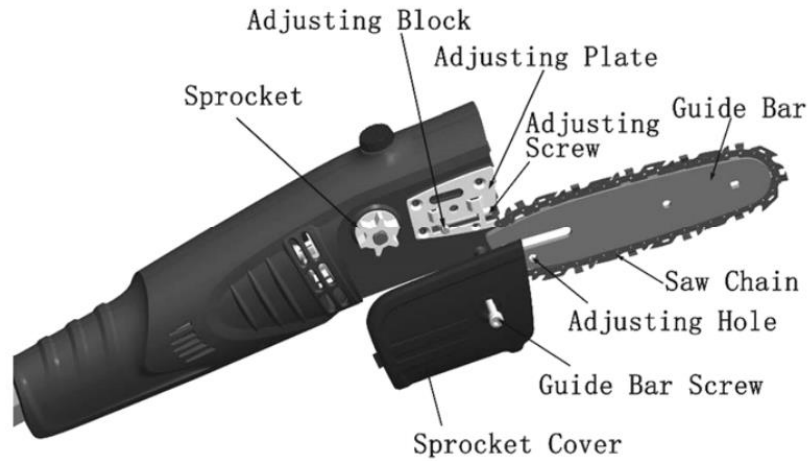

Figure 1
2. Draai de stelschroef tegen de klok in (zie Afbeelding 1). Blijf de stelschroef draaien totdat het stelblok zich aan de achterkant van de stelplaat bevindt.
4. Plaats de ketting rond het aandrijftandwiel, dan langs de bovenste groef van het zaagblad en rond de neus van het zaagblad. Opmerking: Zorg ervoor dat de snijkanten van de ketting in de juiste richting wijzen. Plaats de ketting zo dat de snijkanten zich boven op de neus van het zaagblad bevinden (zie afbeelding 1).